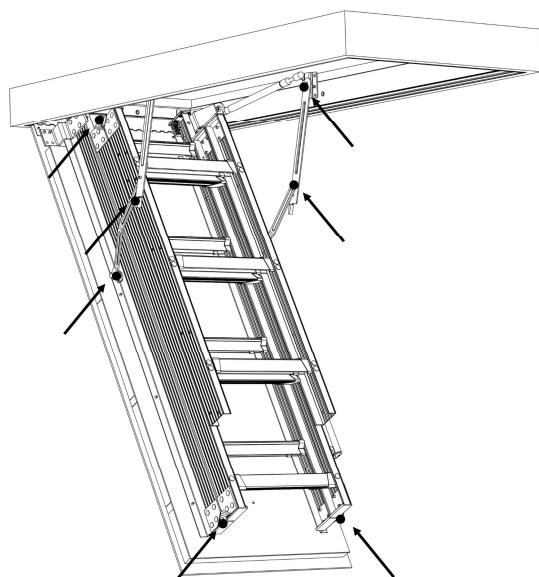

FIGURA 33 : PUNTOS DE LUBRICACIÓN
- 3.- Periódicamente lubrique (se recomienda usar silicona en aerosol) los puntos pivotante del mecanismo del brazo derecho e izquierdo (ensamble de brazo poder) y cada bisagra para proporcionar un funcionamiento suave y duradero. Ver **Figura 33**.